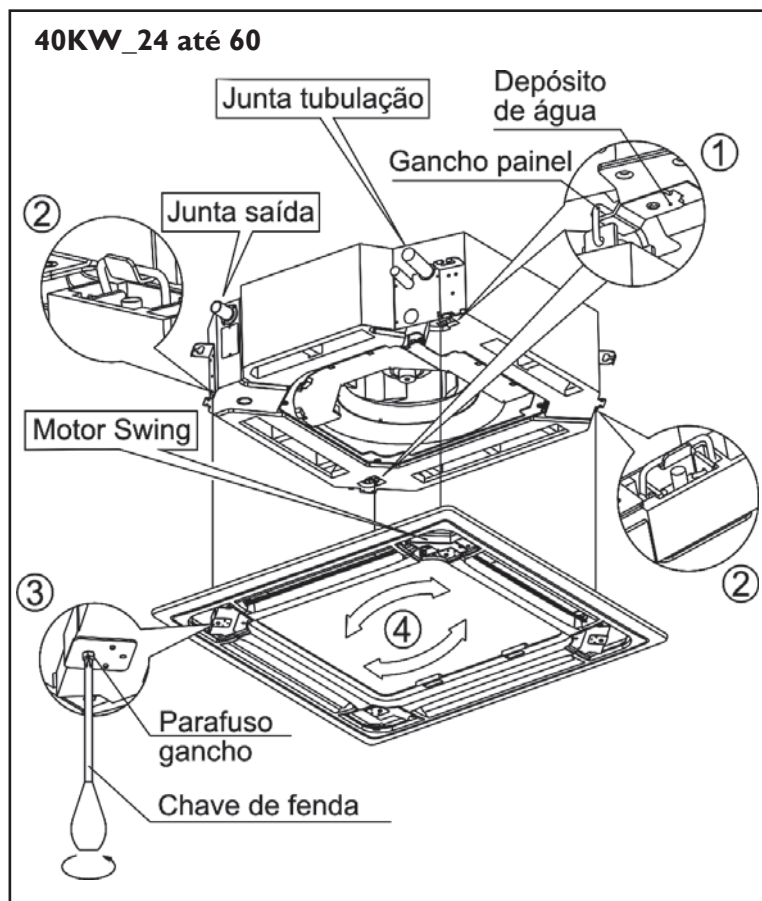

FIG. 26
- f) Encaixe os quatro ganchos, do painel de instalação no corpo principal. Ver Fig. 26 - Detalhe 1 e 2 para 40KW\_24 até 60).